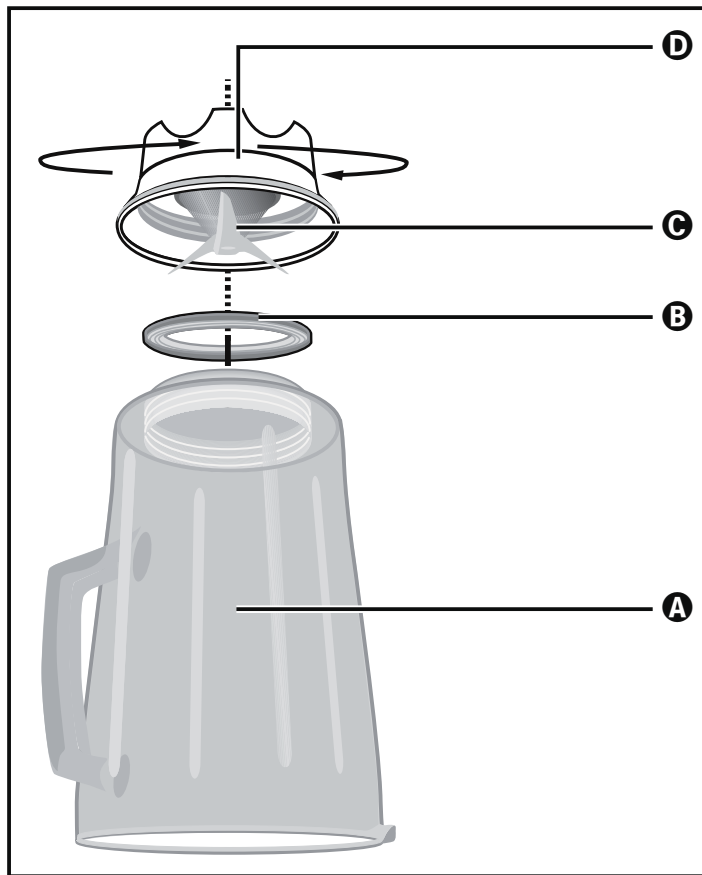

Abb. 3
- 2) Stellen Sie das Gerät auf den Kopf und drehen Sie das Plastikteil ① des Mixaufsatzes ③ gegen den Uhrzeigersinn, so dass es sich vom Glasteil ② des Mixaufsatzes ③ lösen lässt (siehe Abb. 3).
- ▶ Gehen Sie vorsichtig mit den Messern ④ um. Sie sind sehr scharf. Verletzungsgefahr!